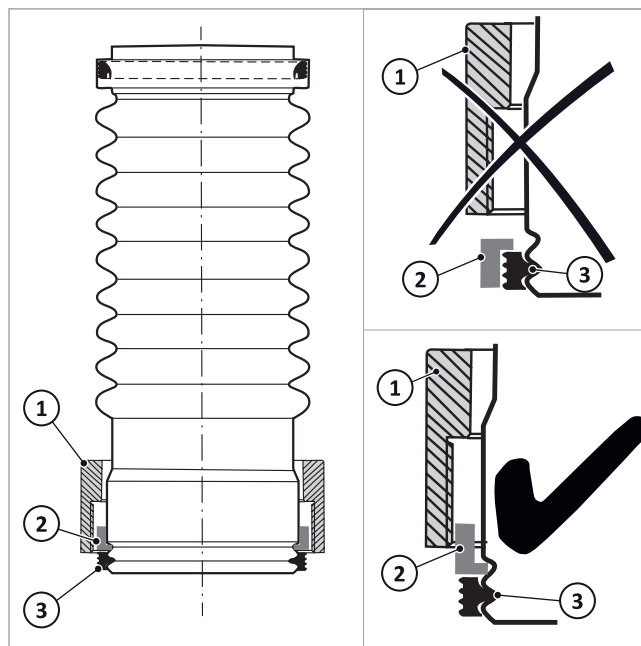

Abb. 61: Verschraubung aufgesteckt
3. Gemäß → Abb. 61 die Überwurfmutter (1), den Sprengring (2) und die Dichtung (3) auf das untere Rohrende des Abgasanschlussrohrstückes schieben.